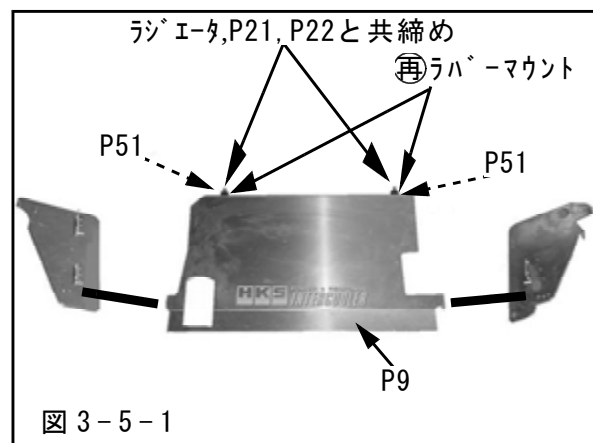

図 3-5-1
(1) 純正ラバーマウントをエアガイドに取付けてください。(図3-5-1)
- (7) エアコンパイプNo.1とNo.2をタイラップ(大)で固定してください。
- (8) 純正エアコンパイプをレシーバタンクと車両に取付けてください。
- (9) エアガイドを取付けてください。(図3-5-1)